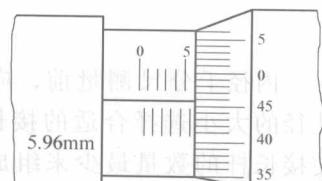

图 1-22 外径千分尺的读数
3) 将两个读数相加起来为测得的实际尺寸，如图 1-22 所示。
(4) 使用螺旋量具的注意事项